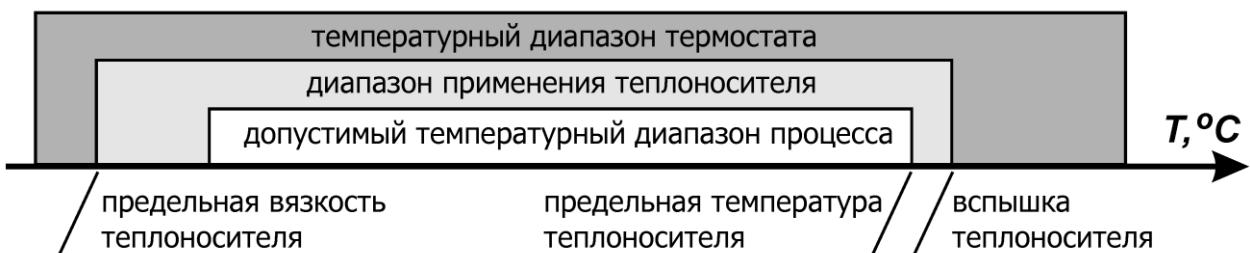

Рисунок 8 — Определение предельной температуры теплоносителя
2.12.2 Рекомендуемые теплоносители и соответствующие им диапазоны изменения температур регулирования и срабатывания защиты от перегревания приведены в таблице 4. Приведенные ниже величины температурных диапазонов могут ограничиваться температурным диапазоном термостата, в составе которого используется блок регулирования (рисунок 8).